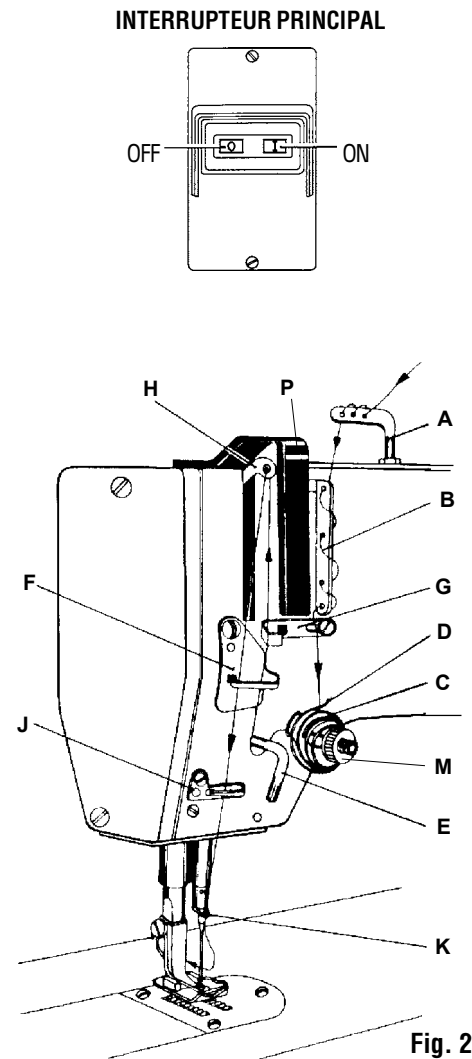
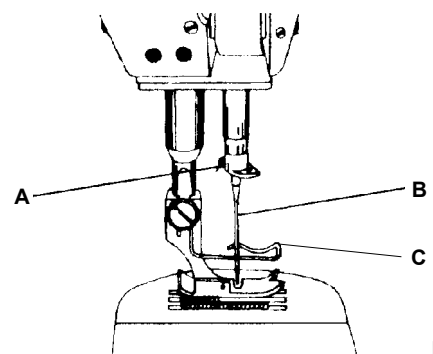
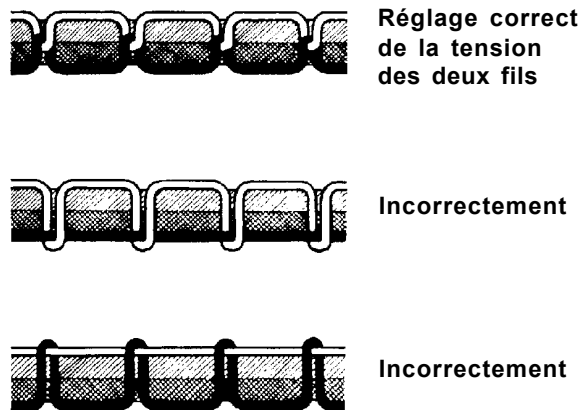

Fig. 2
Fig. 4
Fig. 5
Ne pas employer la machine à coudre sans protège-doigts (C, Fig. 4) et sans couvercle du tendeur de fil (P, Fig. 2).
6.3 Insertion de l'aiguille (Fig. 4)
Le réglage de la tension du fil d'aiguille et du fil de canette doit être effectué mutuellement de telle façon, afin que le nouage des points s'effectue au milieu du matériau cousu (Fig. 5). La tension du fil d'aiguille est à régler en tournant l'écrou (M, Fig. 2) du tendeur. En tournant l'écrou à droite (dans le sens des aiguilles d'une montre), on augmente la tension du fil d'aiguille, en le tournant dans le sens opposé, on réduit la tension du fil d'aiguille.